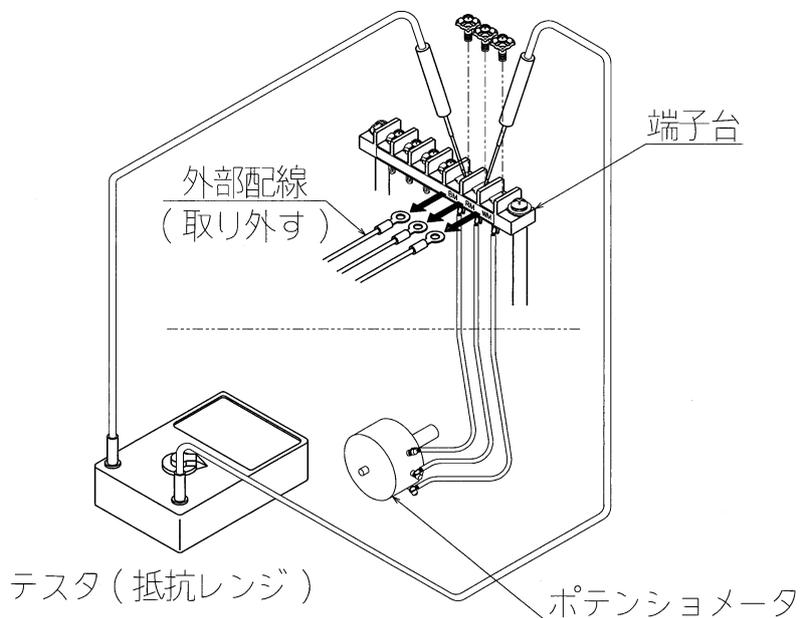

図8 : ポテンシオメータの点検
(1) ポテンシオメータの点検方法 (図8参照)
- ①コントロールモータを電動動作で全閉位置とし電源を遮断します。
- ②端子箱カバーを外し、端子BM, RM, WMに接続されている外部配線を解線します。
- ③端子BM-RM又はRM-WM間にテスタ (抵抗レンジ) をあて、電動又は手動操作にてコントロールモータを閉→開、開→閉に繰り返し動作させます。
- ④動作中にテスタの数値がスムーズに上昇 (下降) するか確認します。この時、数値が急激に変化したり、動作量に対し数値が比例して変化しない場合はポテンシオメータの異常が考えられます。